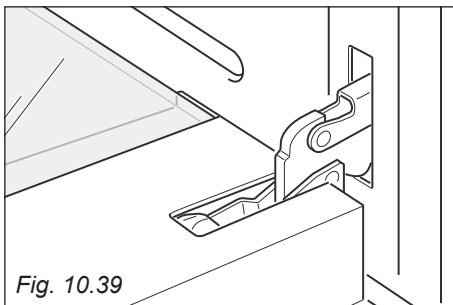

Fig. 10.39
- Aprire completamente la porta del forno (fig. 10.39).